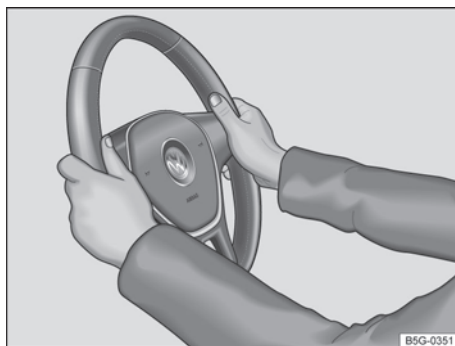

Fig. 70 No volante: posição das nove e três horas.
2. Ajustar o volante de forma que possa ser segurado lateralmente com ambas as mãos, com os braços ligeiramente arqueados, na borda externa (na posição das 9h e 3h) → Fig. 70.